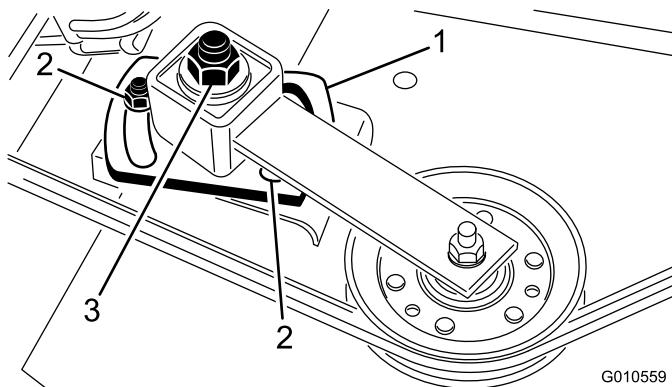

Bild 28
- Lösen Sie die zwei Muttern, mit denen die Spannscheibe befestigt ist. Ziehen Sie die Einstellmutter der Spannscheibe mit einem Sechskantschlüssel oder Drehmomentschlüssel auf 24-41 N·m an (Bild 28).